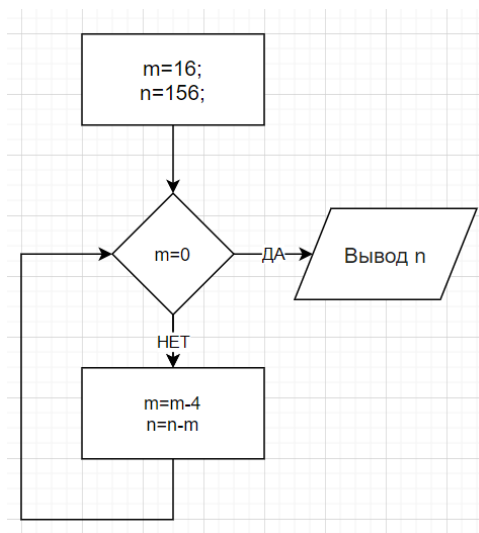

рис.1.4
4. Какое значение переменной n будет выведено в результате работы части программы, изображенной на рис.1.4?